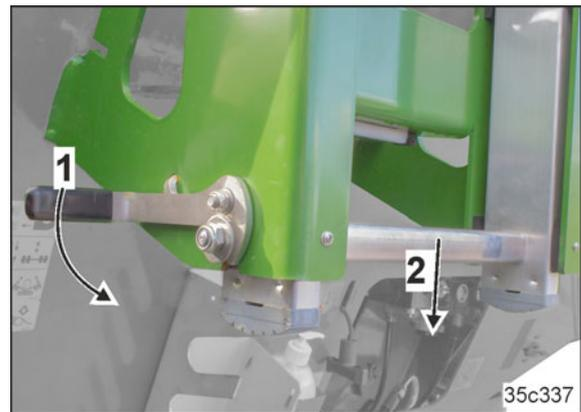

Рис. 250
1. Используйте рычаг (Рис. 250/1), чтобы разблокировать лестницу.
2. Потяните лестницу вниз (Рис. 250/2).